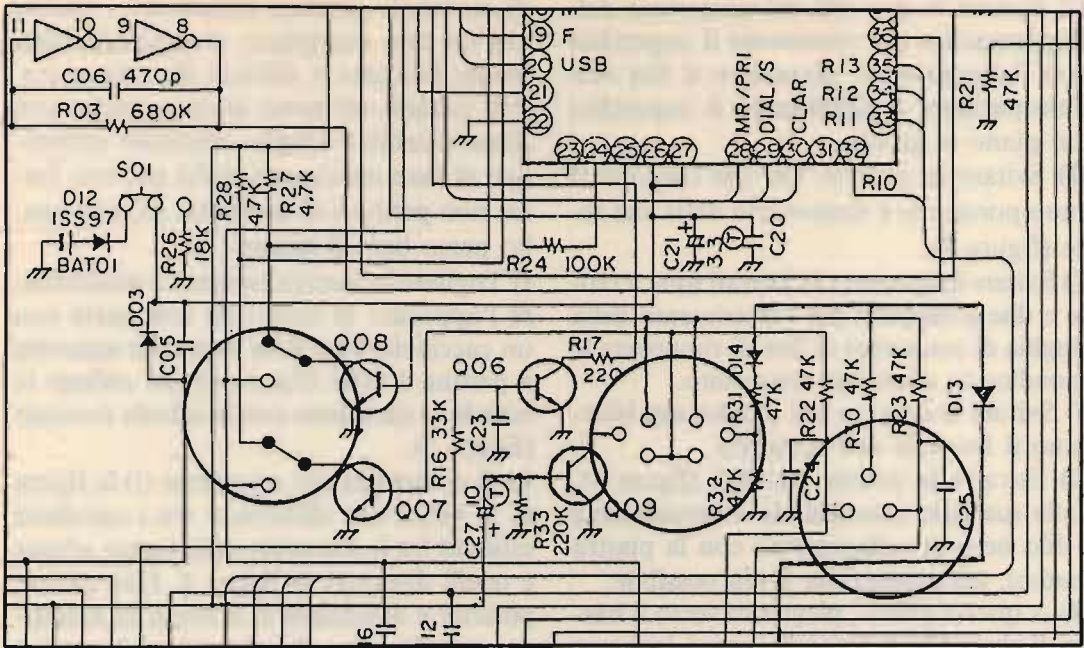

figura 2
In figura 2 vi è l'apparato senza alcuna forma di (REV), cioè (+) e (-) e basta.
- 1) assimilare l'apparato al FT 290R cioè con (+) e (-), come si vede in figura 2;